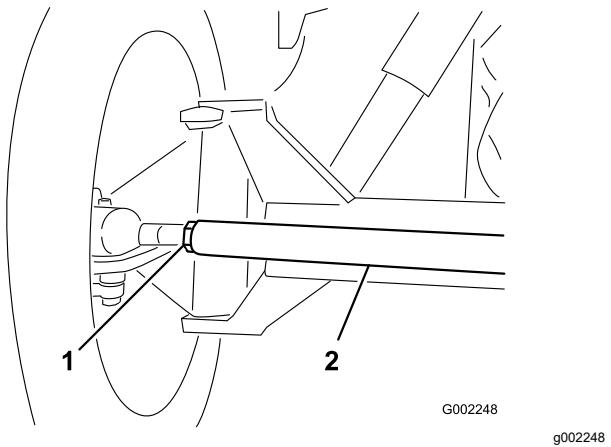

Figura 99
3. Si la distancia no está en el intervalo especificado, afloje las contratuerca en ambos extremos de la biela (Figura 99).